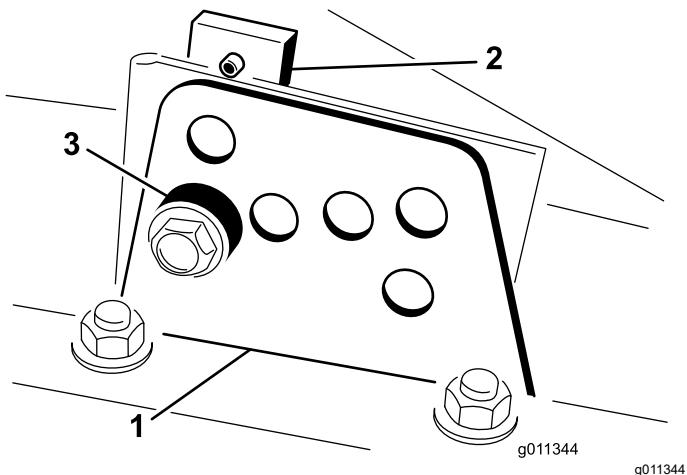

Figura 17
4. Sujetando la cámara, retire el espaciador (Figura 17)
2. Afloje el perno que sujetla cada soporte de altura de corte a la pletina de altura de corte (delante y en cada lado) (Figura 17).